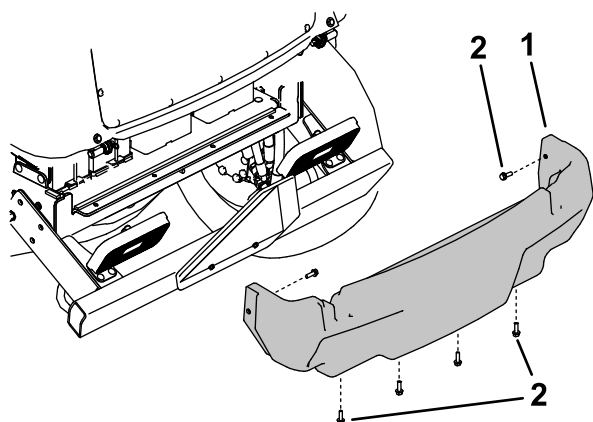

Рисунок 112
5. Выверните 6 фланцевых винтов крепления заднего кожуха к раме и снимите задний кожух (Рисунок 112).
4. Установите задний кожух (Рисунок 112).